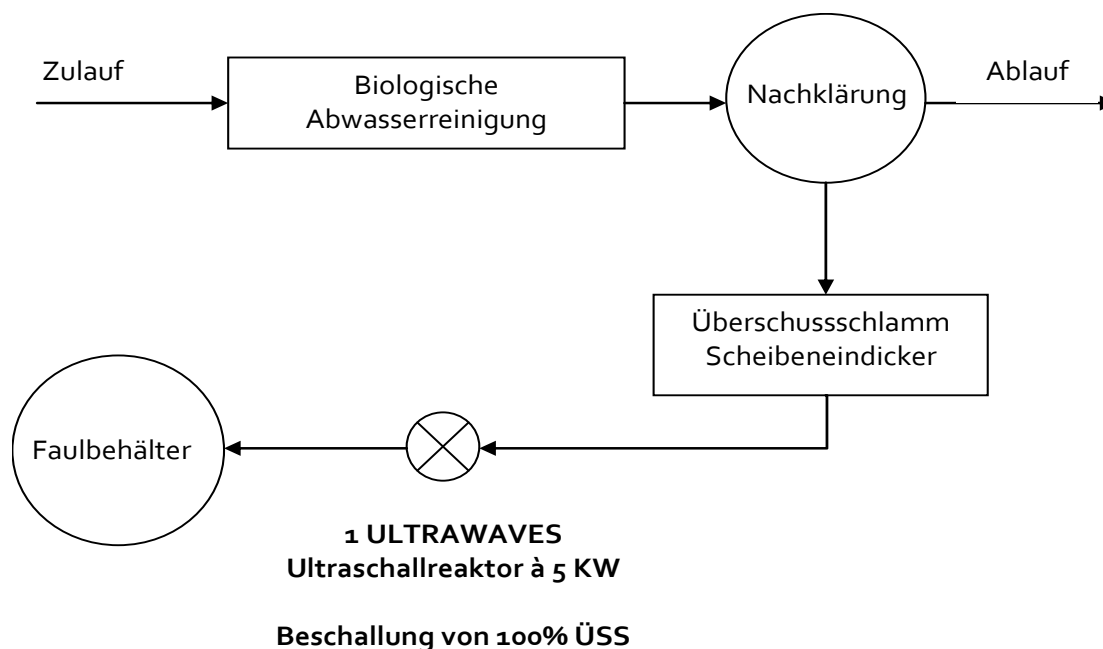

Abbildung 1: Einbindung des Ultraschallsystems in den Schlammbehandlungsprozess
- Behandlung der gesamten eingedickten Überschussschlammmenge, ein Ultraschallsystem à 5 kW Dauerleistung (Abbildung 1)